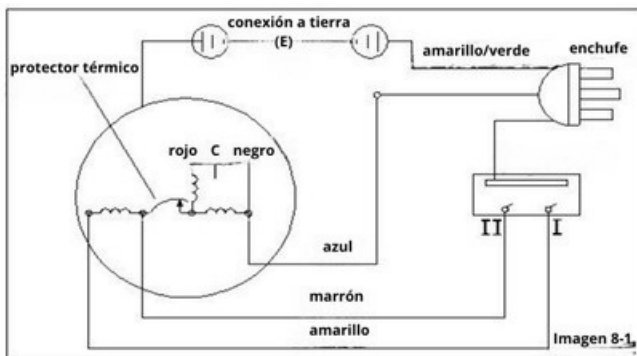

Imagen 8-1
2. Con el circuito de control de cortina de aire de dos velocidades con interruptor de llave (Imagen 8-1, presione LO o HI, luego obtenga la velocidad de aire adecuada, presione la tecla OFF para detener.